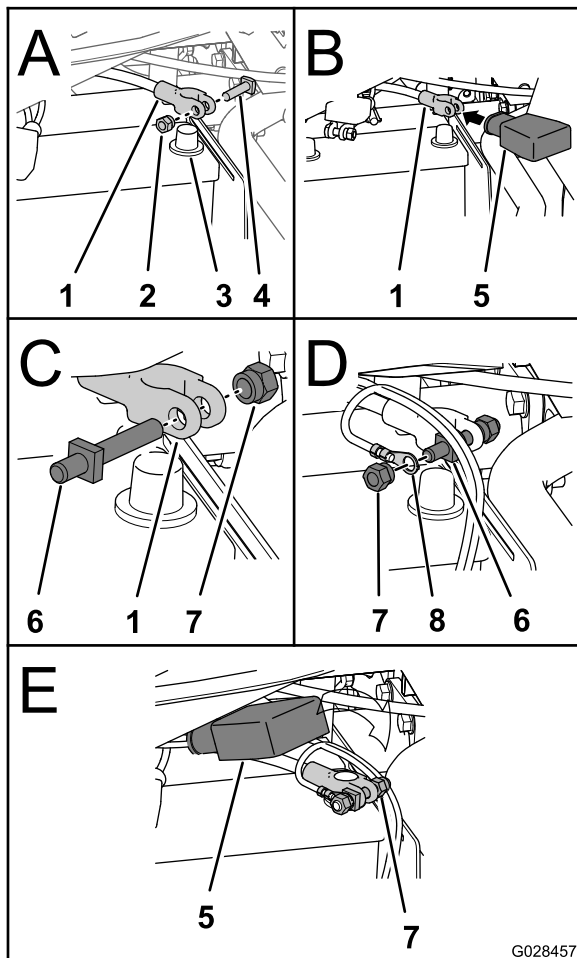

Figura 25
1. Retire la tuerca y el perno en T existentes del terminal positivo de la batería (Figura 25, A).
- Coloque la cubierta roja del terminal de la batería sobre el cable positivo de la batería (Figura 25, B).
- Instale el perno nuevo del terminal de la batería y una tuerca de abrazadera en el terminal del cable positivo de la batería (Figura 25, C).
- Instale el terminal del cable de la batería del arnés de cables del fumigador en el perno del terminal de la batería, y sujete el terminal con una tuerca de abrazadera (Figura 25, D).
- Conecte el borne negativo de la batería al poste negativo de la batería (E de Figura 25) y apriete la contratuerca a 19,8–25,4 N·m.